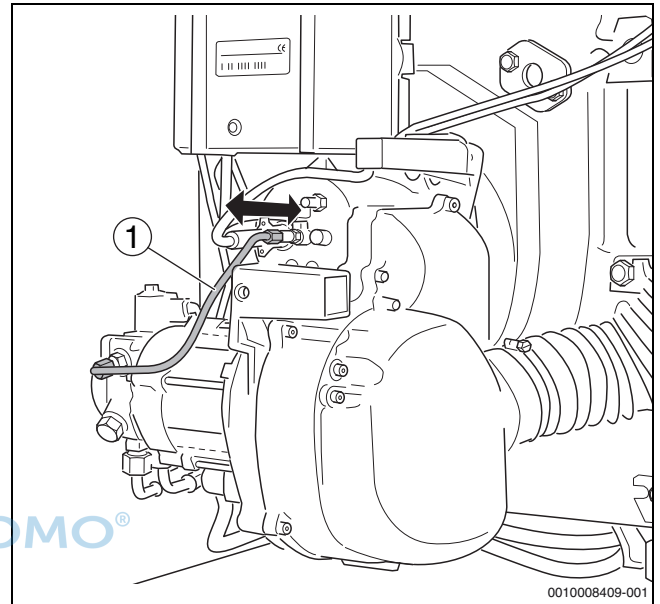

Bild 40 Korrekten Sitz des Mischsystems prüfen
- Ölzuleitung (→ Bild 40, [1]) etwa 5 mm herausziehen.